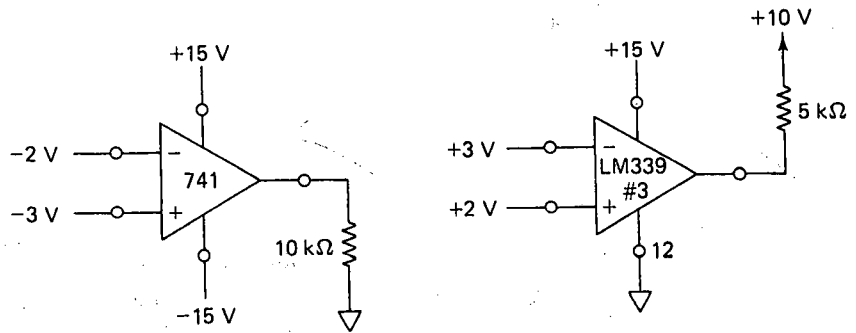

FIGURA P2-6
- 2-6. Los dos amplificadores de la figura P2-6 se fabrican en un encapsulado de 14 patas dobles en línea; (a) enumere las terminales; (b) calcule E_i ; y (c) encuentre V_o .